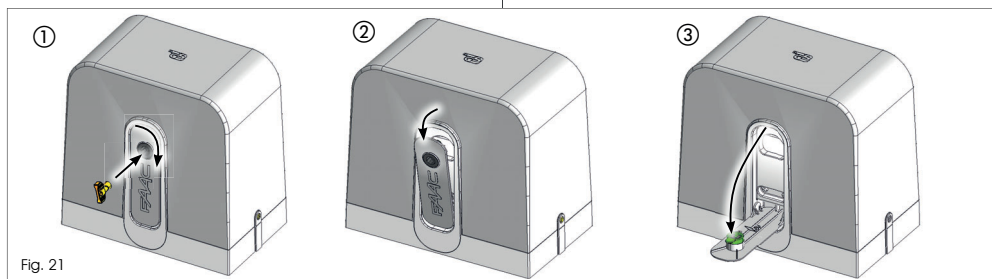

Fig. 21
1. Vrid frikopplingen i medurs riktning enligt vad som visas i Fig. 21 ref. ①. Frikopplingsspaken flyttar sig en bit bort från motorspelets stomme (Fig. 21 ref. ②)
2. Sänk frikopplingsspaken hela vägen till det mekaniska stoppet, Fig. 21 ref. ③.